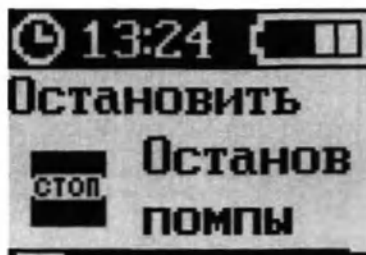

Рисунок 103 – Экран режима «В РАБОТЕ»
1. Нажать кнопку «МЕНЮ» для того, чтобы войти в меню помпы (рисунок 103).